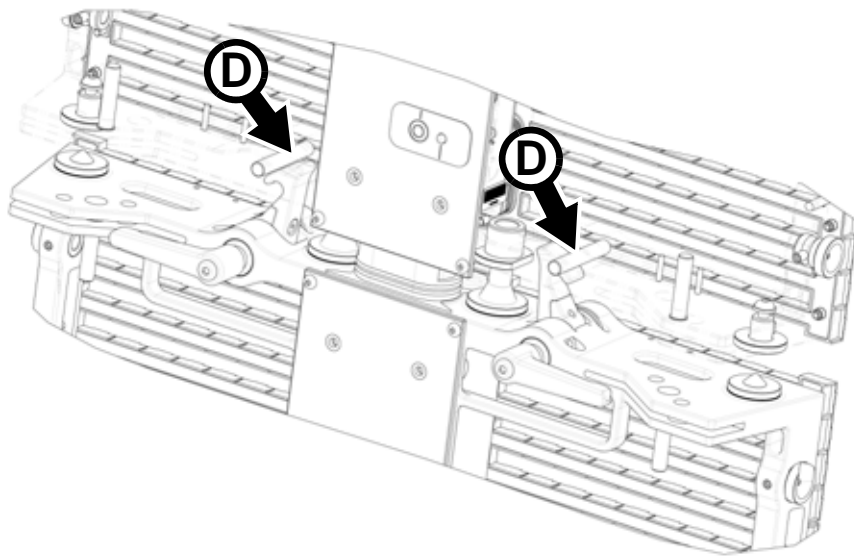

Bild 11: Die Verriegelungen werden durch die Zapfen auseinander gedrückt (Teilansicht)
4. Siehe Bild 11. Schieben Sie das Modul weiter in den Header oder das Modul, bis die Verriegelungen durch die Zapfen D auseinander gedrückt werden.